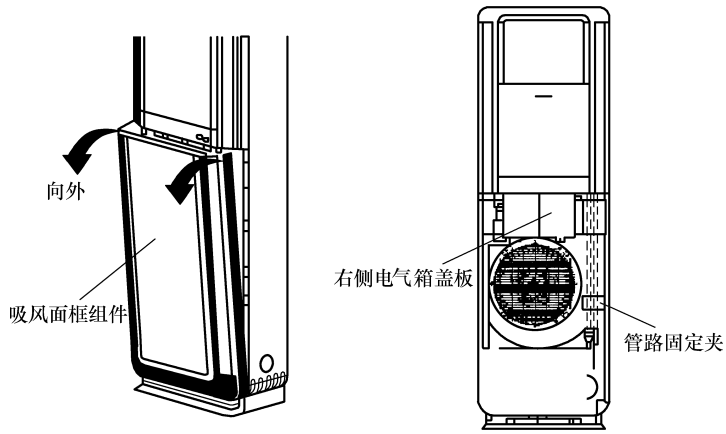

图 5-10 取下电气箱盖板
2) 室内机电缆连接。按如图 5-10 所示依次拆下吸风面框组件、右侧电气箱盖板及管路固定夹，即取下吸风面框组件；卸下连接吸风面框和室内的两搭扣；卸下固定电气箱盖板的螺钉，取下右侧电气箱盖板；卸下固定部管路固定夹上的螺钉，取下管路固定夹。